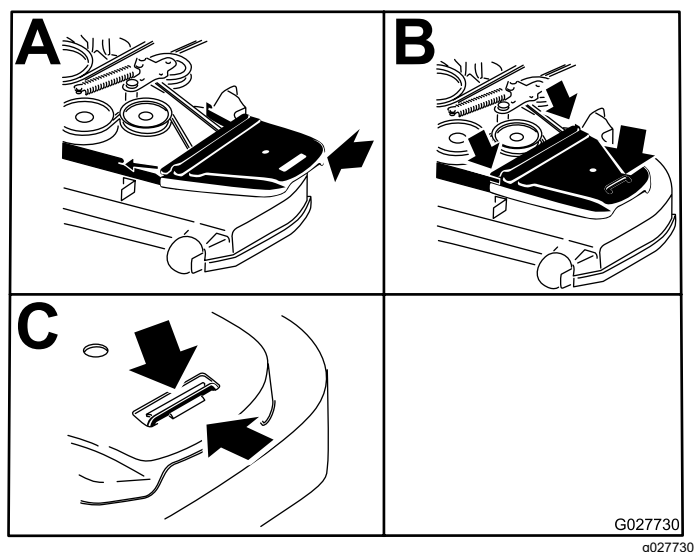

Figure 64
9. Posez les couvercles de courroie (Figure 64).